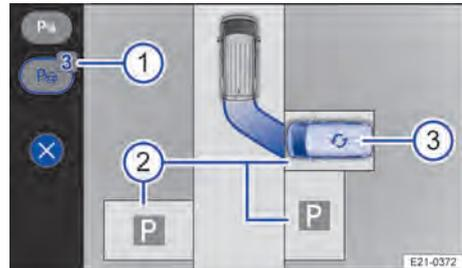

Fig. 115 Sistema Infotainment: selecionar vaga de estacionamento (representação esquemática).
O assistente de estacionamento seleciona automaticamente uma vaga de estacionamento e a exibe como vaga de estacionamento preferencial (veículo azul) no sistema Infotainment → Fig. 115 ② ou ③.
1. Tocar na vaga de estacionamento desejada no display do sistema Infotainment → Fig. 115 ②.